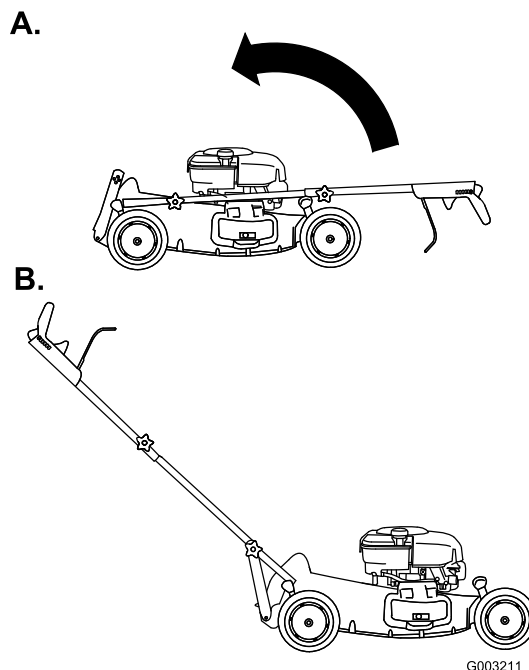

Figure 5
4. Rabattez le guidon en arrière (Figure 5).